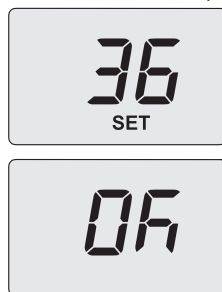

Figura 5.54
- Utilizzando i tasti 12 o 13 è possibile modificare il valore del parametro 10 da **00=0s** a **100=500s** (ogni aumento o diminuzione di una unità sul display corrisponde a 5 secondi). Es. 36=180 secondi. Sul display compare la scritta **"SET"** (Figura 5.54).
- Premendo il tasto 14 (Figura 5.51) si ottiene la conferma del valore inserito. Sul display appare per 3 sec. la scritta **"OK"** (Figura 5.54), per poi visualizzare la lista dei parametri.